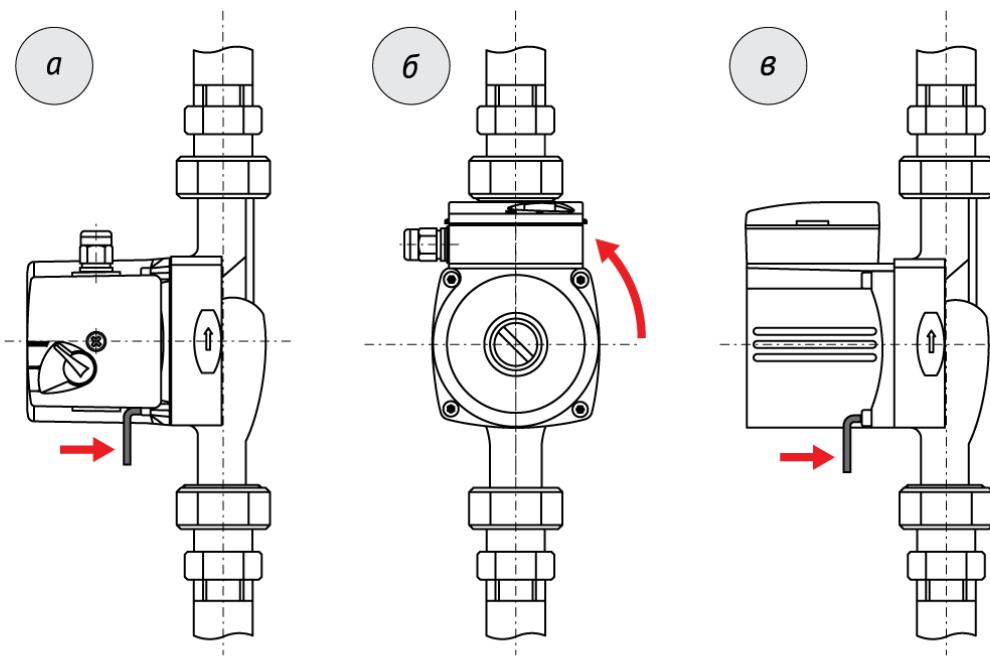

Рис.4
- 2.Открутите четыре винта, которые крепят корпус электродвигателя (рис. 4а).
- 3.Поверните корпус в нужное направление (положение) таким образом, чтобы совпали крепёжные отверстия (рис. 4б).
- 4.Установите винты в отверстия и затяните в перекрёстном направлении (рис. 4в).